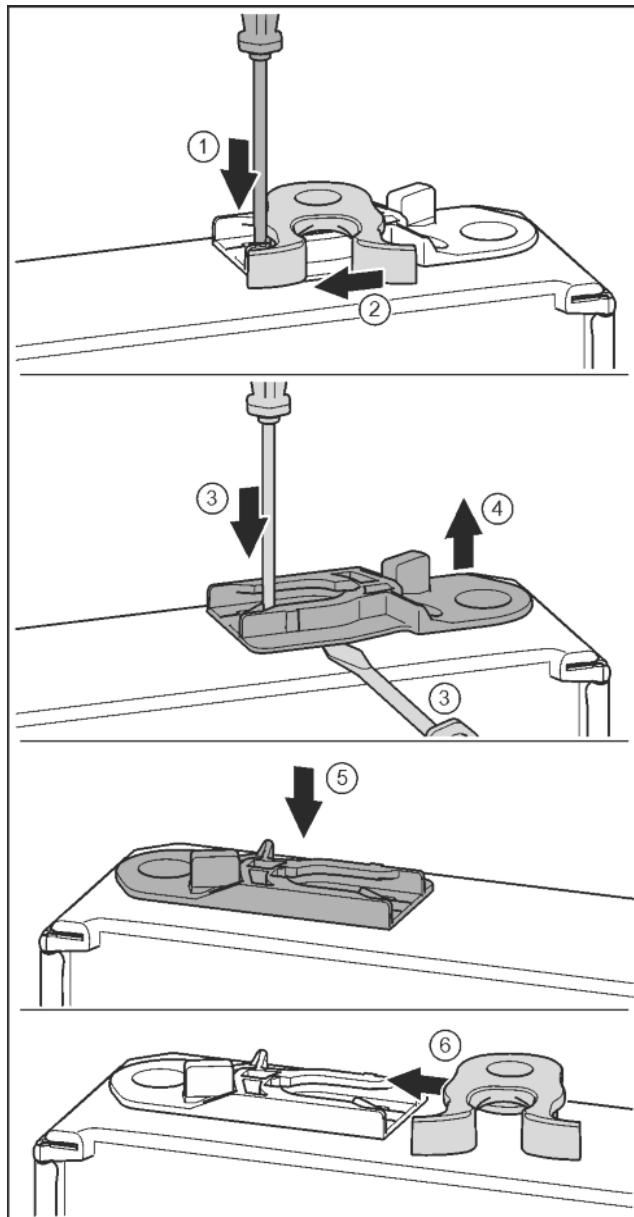

Fig. 20
- ▶ Odvijačem s prorezom pritisnite jezičac prema dolje. Fig. 20 (1)
- ▶ Izvucite kuku za zatvaranje iz vodilice. Fig. 20 (2)
- ▶ Izvucite čahuru za vođenje: Odvijačem s prorezom pritisnite jezičac i istovremeno umetnите odvijač s prorezom ispod čahure za vođenje. Fig. 20 (3, 4)
- ▶ Gurnite čahuru za vođenje koja je uključena u isporuku na drugoj strani uređaja. Fig. 20 (5)
- ▶ Gurnite kuku za zatvaranje u vodilicu. Fig. 20 (6)